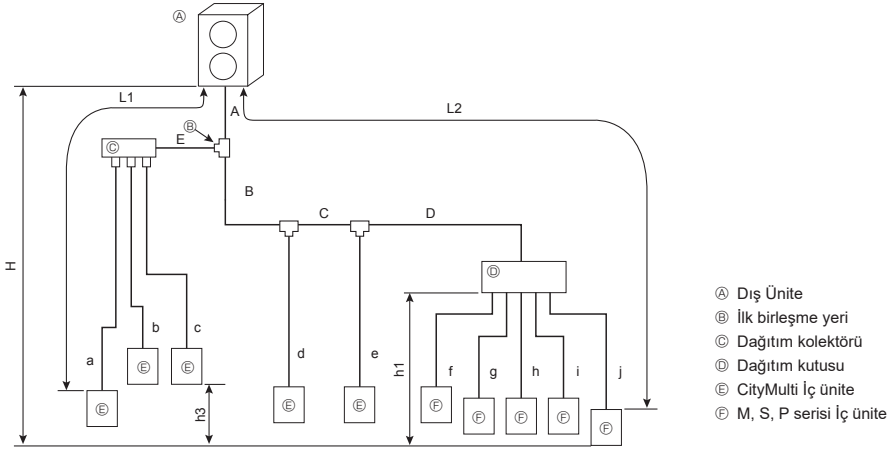

Fig. 4-5 (a)
4.3.3. Karma sistem (Dağıtım kutusu üzerinden City Multi iç üniteler ve M, S, P serisi iç üniteler) (Fig. 4-5)